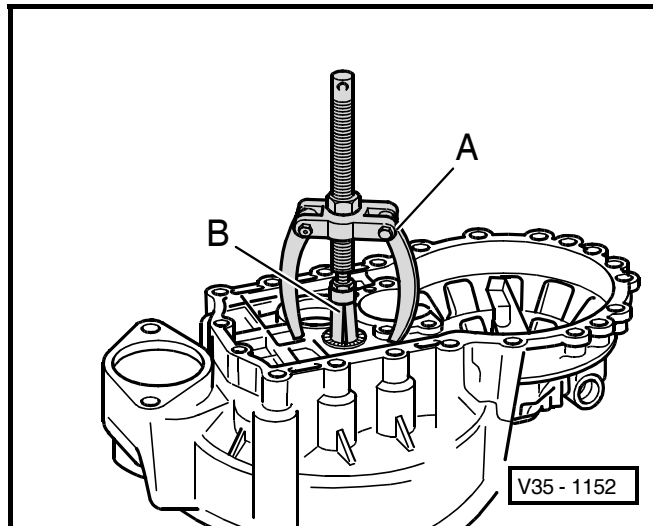

Fig. 2: Emmancher la douille a aiguilles -A- dans le carter d'em-brayage ►
- Emmancher la bague extérieure/le petit roulement à rouleaux coniques avec la rondelle d'ajustement déterminée (dans l'exemple 1,15 mm) ⇒ Fig. 2 au **35-2** page 4 et poser l'arbre de sortie.
- Emmancher ⇒ Fig. 2 au **35-3** page 2